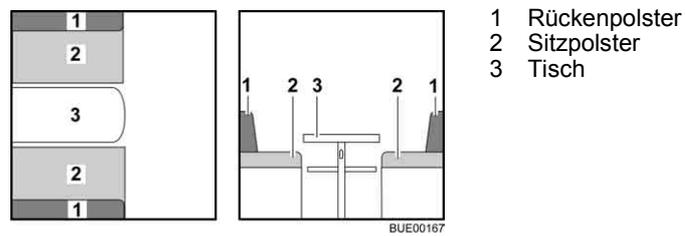

Bild 84 Vor dem Umbau
- Tisch (Bild 84,3) zum Bettunterbau umbauen (siehe Abschnitt 6.12).